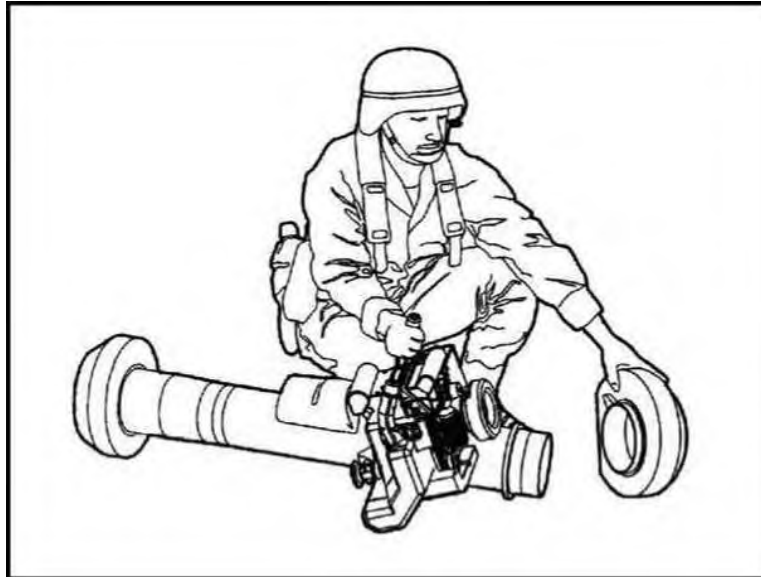

Рисунок 6.52 – Зняття передньої торцевої кришки
- 1) взятися за рукоятку правою рукою та витягнути край пускового контейнеру з верху передньої торцевої кришки (рисунок 6.52);